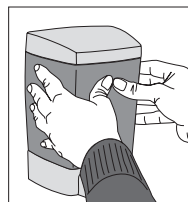

figura 3
2. Desprenda el papel de la parte posterior de la cinta (suministrada). Presione el dispensador firmemente contra la pared y sosténgalo por lo menos 30 segundos para asegurar que la cinta quede completamente adherida a la pared (vea la **figura 3**).